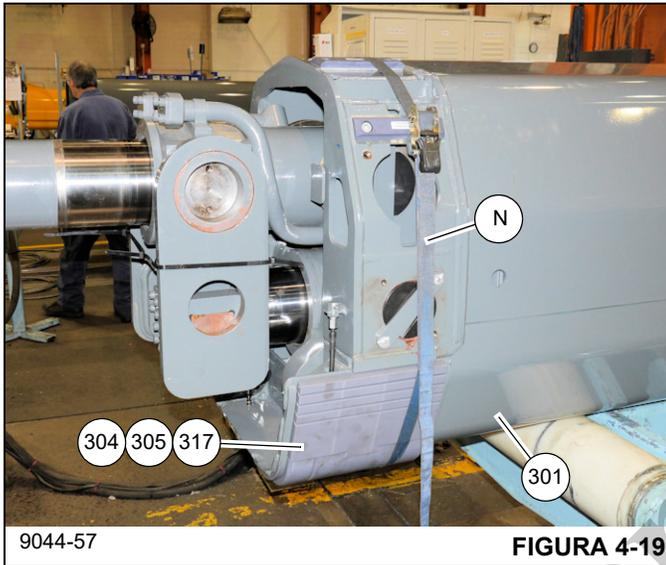

FIGURA 4-19
desgaste (304, 305) da parte inferior do telescópio 2 (301) (consulte a Figura 4-19).